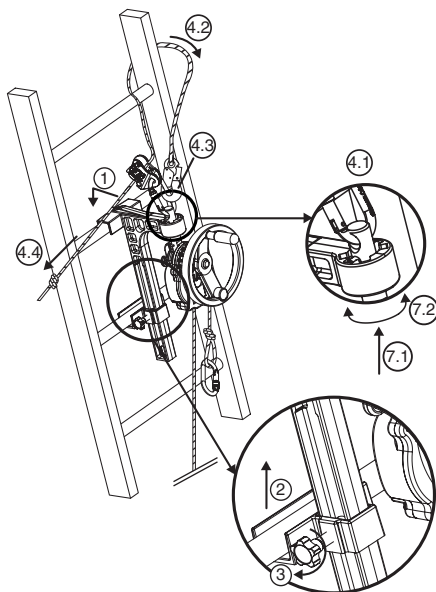

Fig. 6
### 6.3.2. Appareil Derope™ UP B (Fig.6)
de sauvetage, au dessus de la personne à évacuer (Fig. 6, 1).
2. Remonter le coulisseau de blocage au niveau du barreau immédiatement en dessous de celui qui reçoit la grande console (Fig. 6, 2).
3. Serrer l'axe de blocage du coulisseau à l'aide du bouton de serrage se trouvant sur le côté de la console (Fig. 6, 3).
- Fixer le connecteur du dispositif de réglage LCM 05 dans le trou du haut de l'axe de d'accrochage (Fig. 6, 4.1).
- Passer la longe d'assurance autour du barreau de l'échelle situé au dessus de la console en contournant l'un des montants de l'échelle (Fig. 6, 4.2).
- Connecter le connecteur de la longe d'assurance dans le connecteur du dispositif de réglage LCM 05 (Fig. 6, 4.3).
- Tendre la longe d'assurance en tirant sur le brin libre (Fig. 6, 4.4).
7. Orienter l'appareil Derope™ selon le besoin en modifiant la position de l'axe d'accrochage dans le dispositif d'indexage (Fig. 6, 7.1 – 7.2).